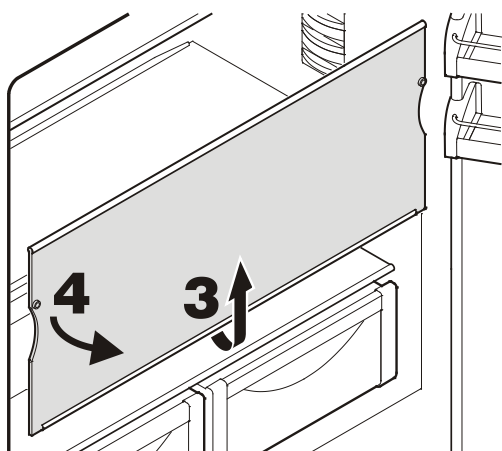

Figure 14
Retirer les étagères - Figure 14
- Retirer les étagères en verre comme à la **Figure 14**.